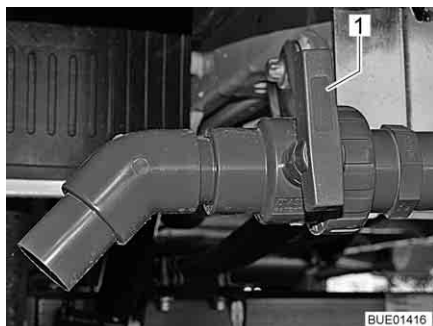

Bild 228 Avtappningskran (Viseo)
- Vrid utloppsventilens handtag (Bild 228,1) i flödesriktningen.